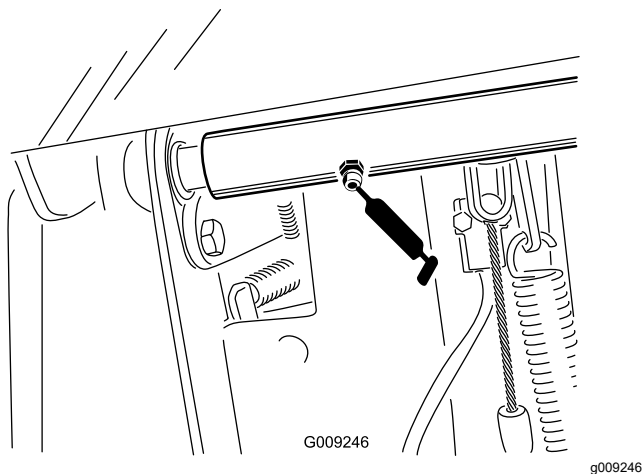

Figura 77
- Dois rolamentos do eixo da articulação do pedal do travão (Figura 77)